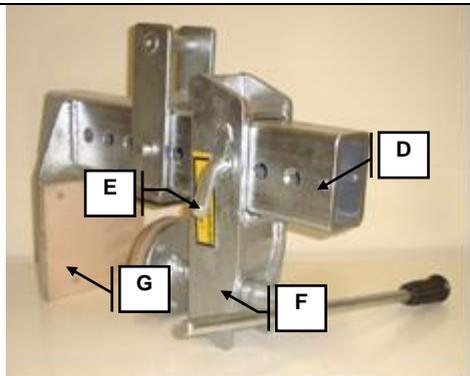

Abbildung 3 Plattengreifer R 1000 Plus
- Führen Sie nun der Plattengreifer R 1000 Plus über den Schwerpunkt der Steinplatte. Nun muß der Plattengreifer R 1000 Plus abgesenkt werden, bis diese auf der Steinplatte aufliegt. Achten Sie hierbei darauf, daß der feste Klemmarm [G; Abb. 3] an der Steinplatte anliegt.